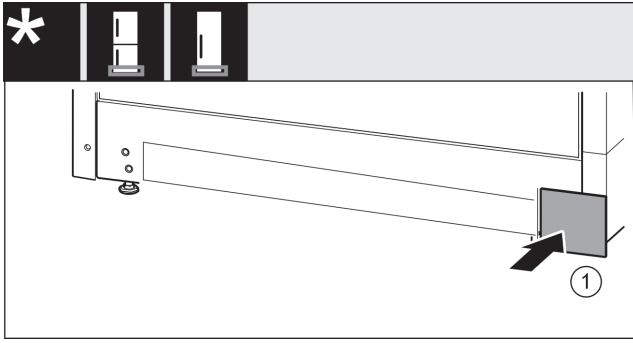

Fig. 16
- ▶ Снова установите крышку с другой стороны. Fig. 16 (1)